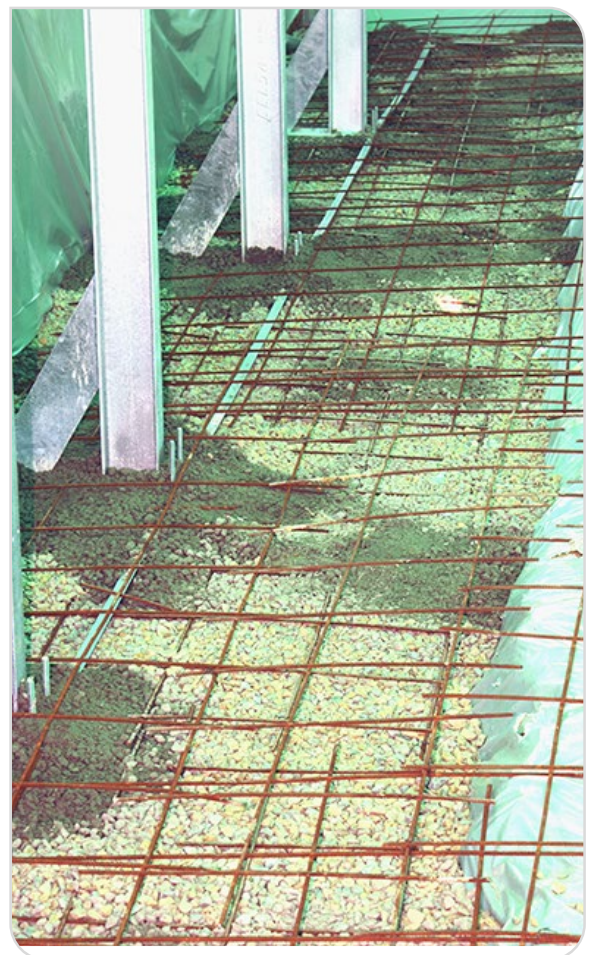

Figure 10 – Coulage de la dalle (b)
- ! Afin de faciliter le coulage de la dalle et éviter les déformations de la structure métallique veillez à sceller partiellement les poteaux avant de couler la totalité de la dalle (*Figure 10*).
Les treillis, une fois posés, devront couvrir l'ensemble de la surface (prévoir un retrait en périphérie de 3 à 5 cm). Une découpe autour des poteaux sera nécessaire (*Figure 10*). Les treillis doivent se chevaucher et être liés entre eux.